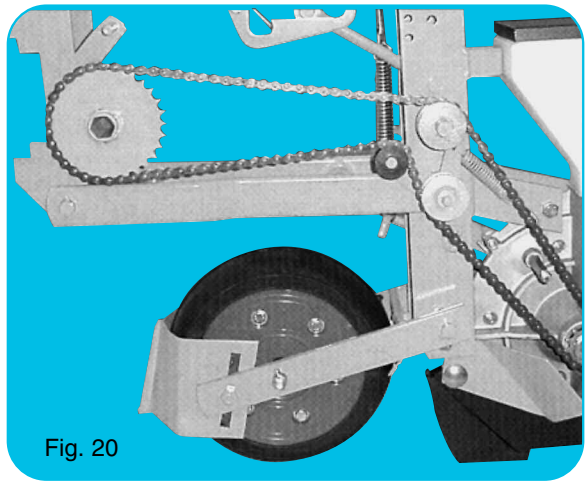

Fig. 20
- ① Levier de réglage principal du terrage : chaque trou correspond à une variation de profondeur de 1 cm environ.
- ② Réglage intermédiaire du terrage : obtenu en positionnant la goupille rouge dans son cran opposé, c'est-à-dire en tournant d'1/2 tour le levier ①. On obtient ainsi une variation de 5 mm seulement.
- ③ Réglage de la pression au sol des roues arrière : par ce réglage on assure un bon équilibre entre l'appui des roues avant et arrière en fonction des terrains.
- ④ Réglage de l'écartement des roues tasseuses.
- ⑤ Chainette permettant d'escamoter la roulette intermédiaire si besoin lorsque les conditions sont humides.
- ⑥ Réglage en hauteur du chasse-mottes qui ne doit pas creuser un sillon mais simplement écarter superficiellement mottes et cailloux.
- ⑦ Taquet d'accrochage en position relevée. En cours de travail laisser le ressort sous sa butée pour éviter des accrochages involontaires.
- ⑧ Trappe de vidange de graines : rabattre le soc auparavant.
- ⑨ Débrayage individuel : pousser à fond le volant pour comprimer le ressort puis tourner d'1/4 de tour pour le maintenir en arrière.
**IMPORTANT** : avant mise en route vérifier le bon montage de la chaîne (fig. 20), la souplesse des tendeurs, la rotation des galets, l'absence de points durs en tournant les roues du châssis. (Graisser les moyeux des rotoherse).
- ① Tiefenkontrollhebel : jedes Loch, das Sie mit dem Hebel verstellen, bewirkt eine Tiefenablage um jeweils 1 cm.
- ② Feineinstellung : Durch Drehen des Einstellhebels um eine 1/2 Umdrehung kann die Tiefe um 1/2 cm verstellt werden. Achten Sie auf den roten Spannstift der als Markierung dient.
- ③ Bodendruckeinstellung der hinteren Andruckrollen : diese Einstellung gewährt eine gute Balance zwischen vorderen und hinteren Andruckrollen mit einer optimalen Boden Anpassung.
- ④ Einstellung des Abstandes zwischen den hinteren Andruckrollen.
- ⑤ Ketten zum Hochheben der mittleren Andruckrolle-) wird gebraucht bei nassen Bedingungen.
- ⑥ Klutenräumer so hoch einstellen, daß er keine tiefe Rinne zieht, sondern nur die Erdklumpen und Steine beiseite räumt.
- ⑦ Betätigen Sie die Verriegelung um das Säelement in Transportstellung zu bringen. Während der Arbeit muß die Verriegelung eingerastet sein, damit das Element nicht von selbst in Transportstellung gebracht wird.
- ⑧ Zur Entleerung des Saatgutbehälters klappen Sie das Schar nach unten.
- ⑨ Einzelabschaltung der Elemente : Drücken Sie die Schaltklaue nach der Seite bis zum Anschlag, mit einer 1/4 Umdrehung ist die Klaue verriegelt und der Antrieb ist unterbrochen !
**WICHTIG** : Vor dem Start prüfen Sie die Ketten (fig. 20) im Leerlauf und zusätzlich die Kettenspanner auf Blockierung (Prüfung bei drehenden Antriebsrädern). (Schmieren Sie die Krümmer !).
- ① Main depth control lever : each hole corresponds to a depth variation of around 1 cm.
- ② Intermediate depth control : obtained by positioning the red pin its opposite notch – by giving the lever ① a half turn, a 5 mm variation is thus obtained.
- ③ Adjustment of the pressure on the ground of the rear wheels : with this adjustment a good balance is ensured between the front and rear wheels according to the soils.
- ④ Adjustment of the space between the press wheels.
- ⑤ Chain to hook up the intermediate press wheel if need be in wet conditions.
- ⑥ Clod remover height adjustment - the clod remover should not plough a furrow but simply superficially shift aside the clods and stones.
- ⑦ Locking pawl to lock the planter unit in raised position. When working, leave the spring under the stop to avoid it getting accidentally caught up.
- ⑧ Trap door for emptying seed hopper : swing back the shoe first.
- ⑨ Individual disengaging : push down hard on the handle, pressing down the spring and give a 1/4 turn to hold it to the rear.
**IMPORTANT** : Before starting up, check the chain assembly (fig. 20), the idlers, check that the rollers rotate and that there are no blockages (check this by turning the planter frame wheels). (Lubricate the crumbler hubs).